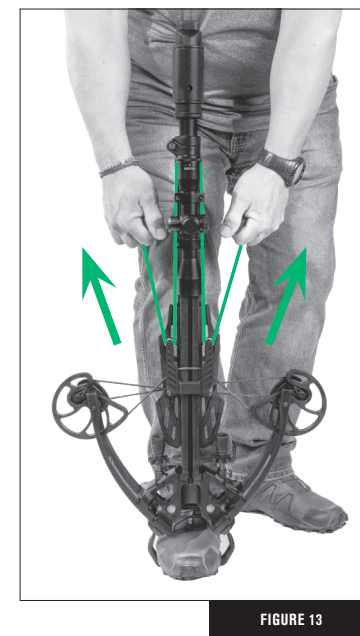

FIGURE 13
Tirez simultanément sur les deux poignées en T de la corde d'armement tout en appuyant sur l'étrier. Cette action bandera la corde d'arc sous le ressort de retenue sur roulement à billes (partie 21) et dans le mécanisme de détente. Quand l'arbalète est bien armée, la corde d'arc est saisie par le loquet de détente, et le cran de sûreté passe automatiquement de la position (F) (DÉGAGÉE) à la position (S) (ENCLANCHÉE). Voir les figures 13 et 14.